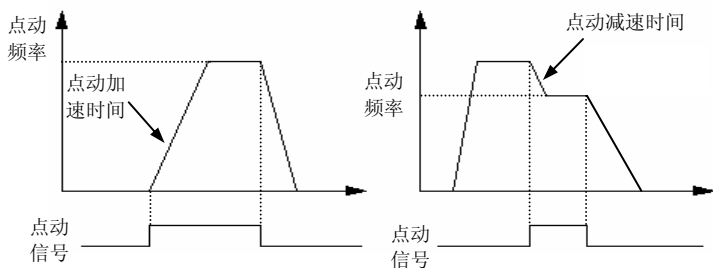

图 6-14 点动运行
**点动频率具有最高的优先级。**变频器在任何状态下，只要有点动指令输入，则立即按设定的点动加、减速时间过渡到点动频率运行，如图 6-14 所示。